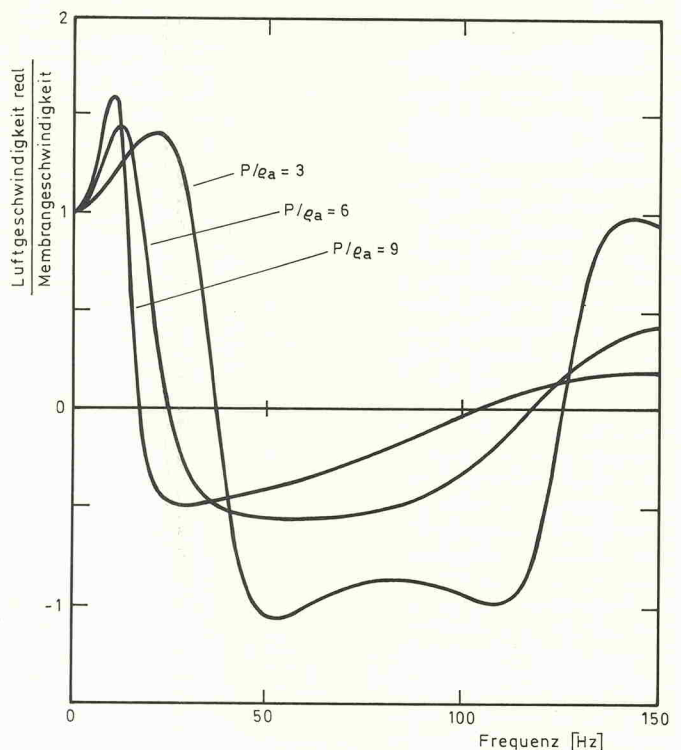

Bild 7. Real-Anteil der Luftgeschwindigkeit am Ende der mit Wolle gefüllten TL.
Anteile der Geschwindigkeit (in Abbildung 7) Null sind, das heißt, wenn $\cos(\alpha\omega L/a_0)$ in Gleichung (9) Null ist. Deshalb sind die ersten Resonanzen durch Viertelwellenlängen bei etwa 17, 25 und 37 Hz jeweils für die Packungsdichteverhältnisse 9, 6 und 3. Die Frequen-